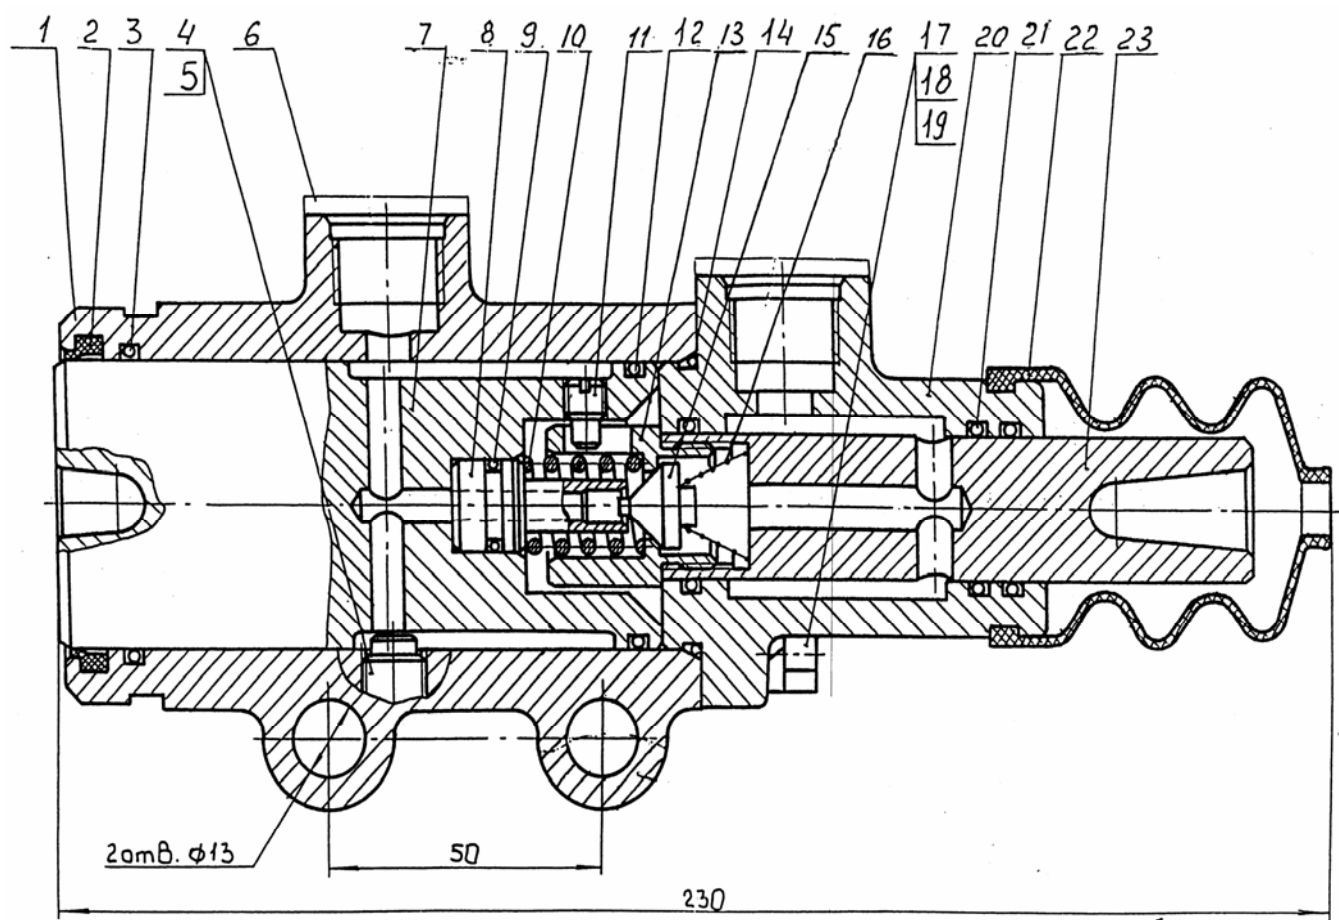

Рис.4.20. Гидроусилитель.
7) разберите гидроусилитель, (рисунок 4.20), для чего;
7.1) снимите крышку (20), (рисунок 4.20), отвернув болты (17), (18);
7.2) отверните стопорный болт (4), (рисунок 4.20), выньте толкатель (23) с поршнем (7) из корпуса (1);
7.3) отверните стопорный винт (11), (рисунок 4.20), отсоедините толкатель (23) от поршня (7);
7.4) выверните шток (13), (рисунок 4.20), из толкателя (23);
7.5) сборку гидроусилителя производите в последовательности, обратной разборке; при этом стопорный винт (11), (рисунок 4.20), заверните заподлицо с поверхностью поршня (7) и раскерните в двух точках, а трущиеся поверхности смажьте тонким слоем масла моторного ГОСТ 8581-78.